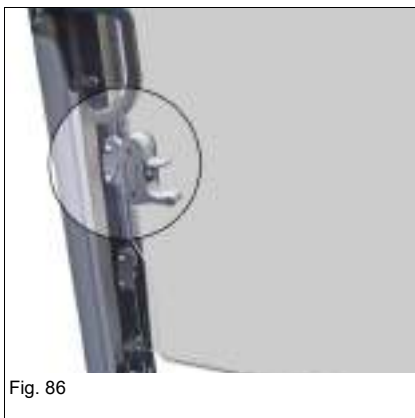

Fig. 86
- Si l'ensemble de la vitre AV est ouvert ou fermé, la vitre AV inférieure doit être complètement ouverte (Fig. 86).